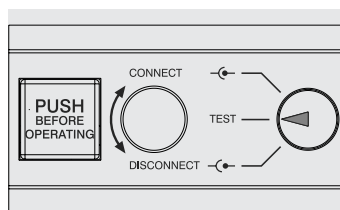

Figura 102
- interruptor en posición de prueba (véase Figura 102)